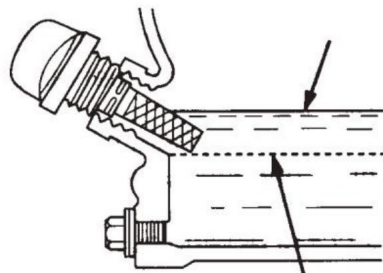

FIG. 3
7.2.4 Si el nivel de aceite es bajo (FIG. 3), llene hasta el borde del orificio de llenado de aceite con el recomendado con aceite SAE 10W-30 de 4 tiempos. La capacidad máxima de aceite es 400 cc.